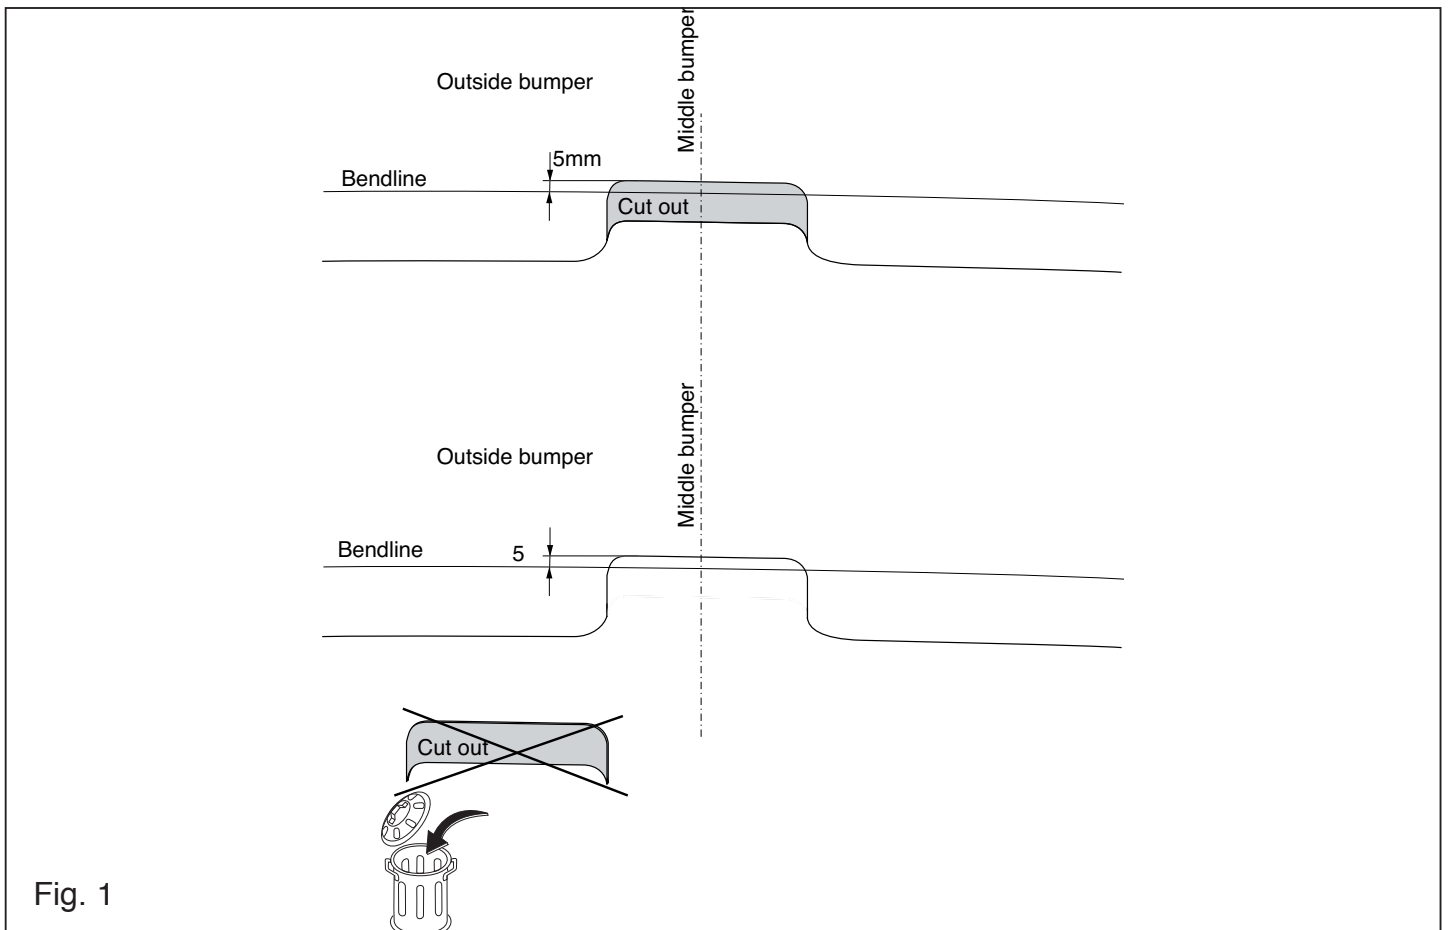

Fig. 1
2. For 2011 > vehicles, the following applies: Saw a section out of the middle of the underside of the bumper as shown in fig 1.
2. **Für 2011-> Fahrzeuge gilt:** Auf der Unterseite der Stoßstange einen Teil aus der Mitte gemäß Abbildung 1 herausschneiden.